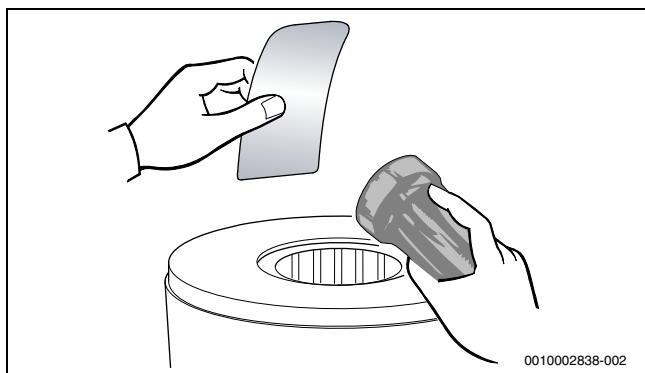

Fig. 148 Contrôler la présence de résidus dans le corps de chauffe
- Contrôler à nouveau la présence de résidus dans le corps de chauffe (→ fig. 148).